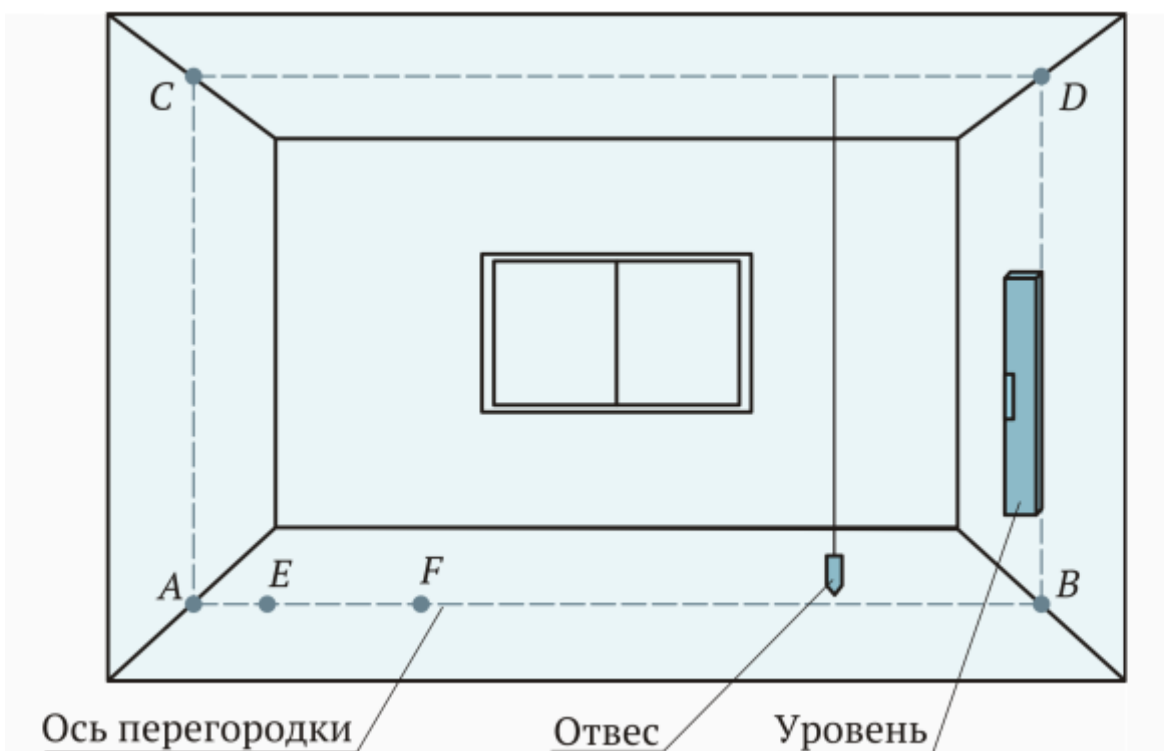

Рис. 4.1. Разметка перегородки
1. На полу размечают ось перегородки (рис. 4.1).